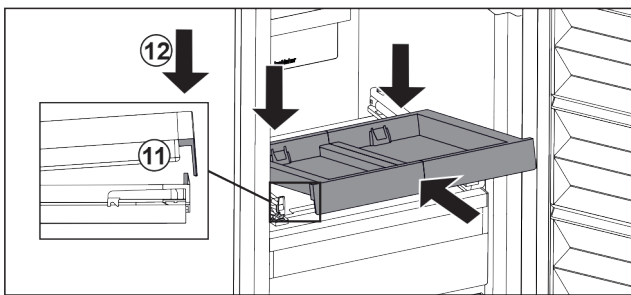

Fig. 37
- Inserire in modo inclinato. Assicuratevi che l'arresto sia dietro la linguetta su entrambi i lati. Fig. 37 (11)
- Abbassare il ripiano estraibile nella parte anteriore. Fig. 37 (12)